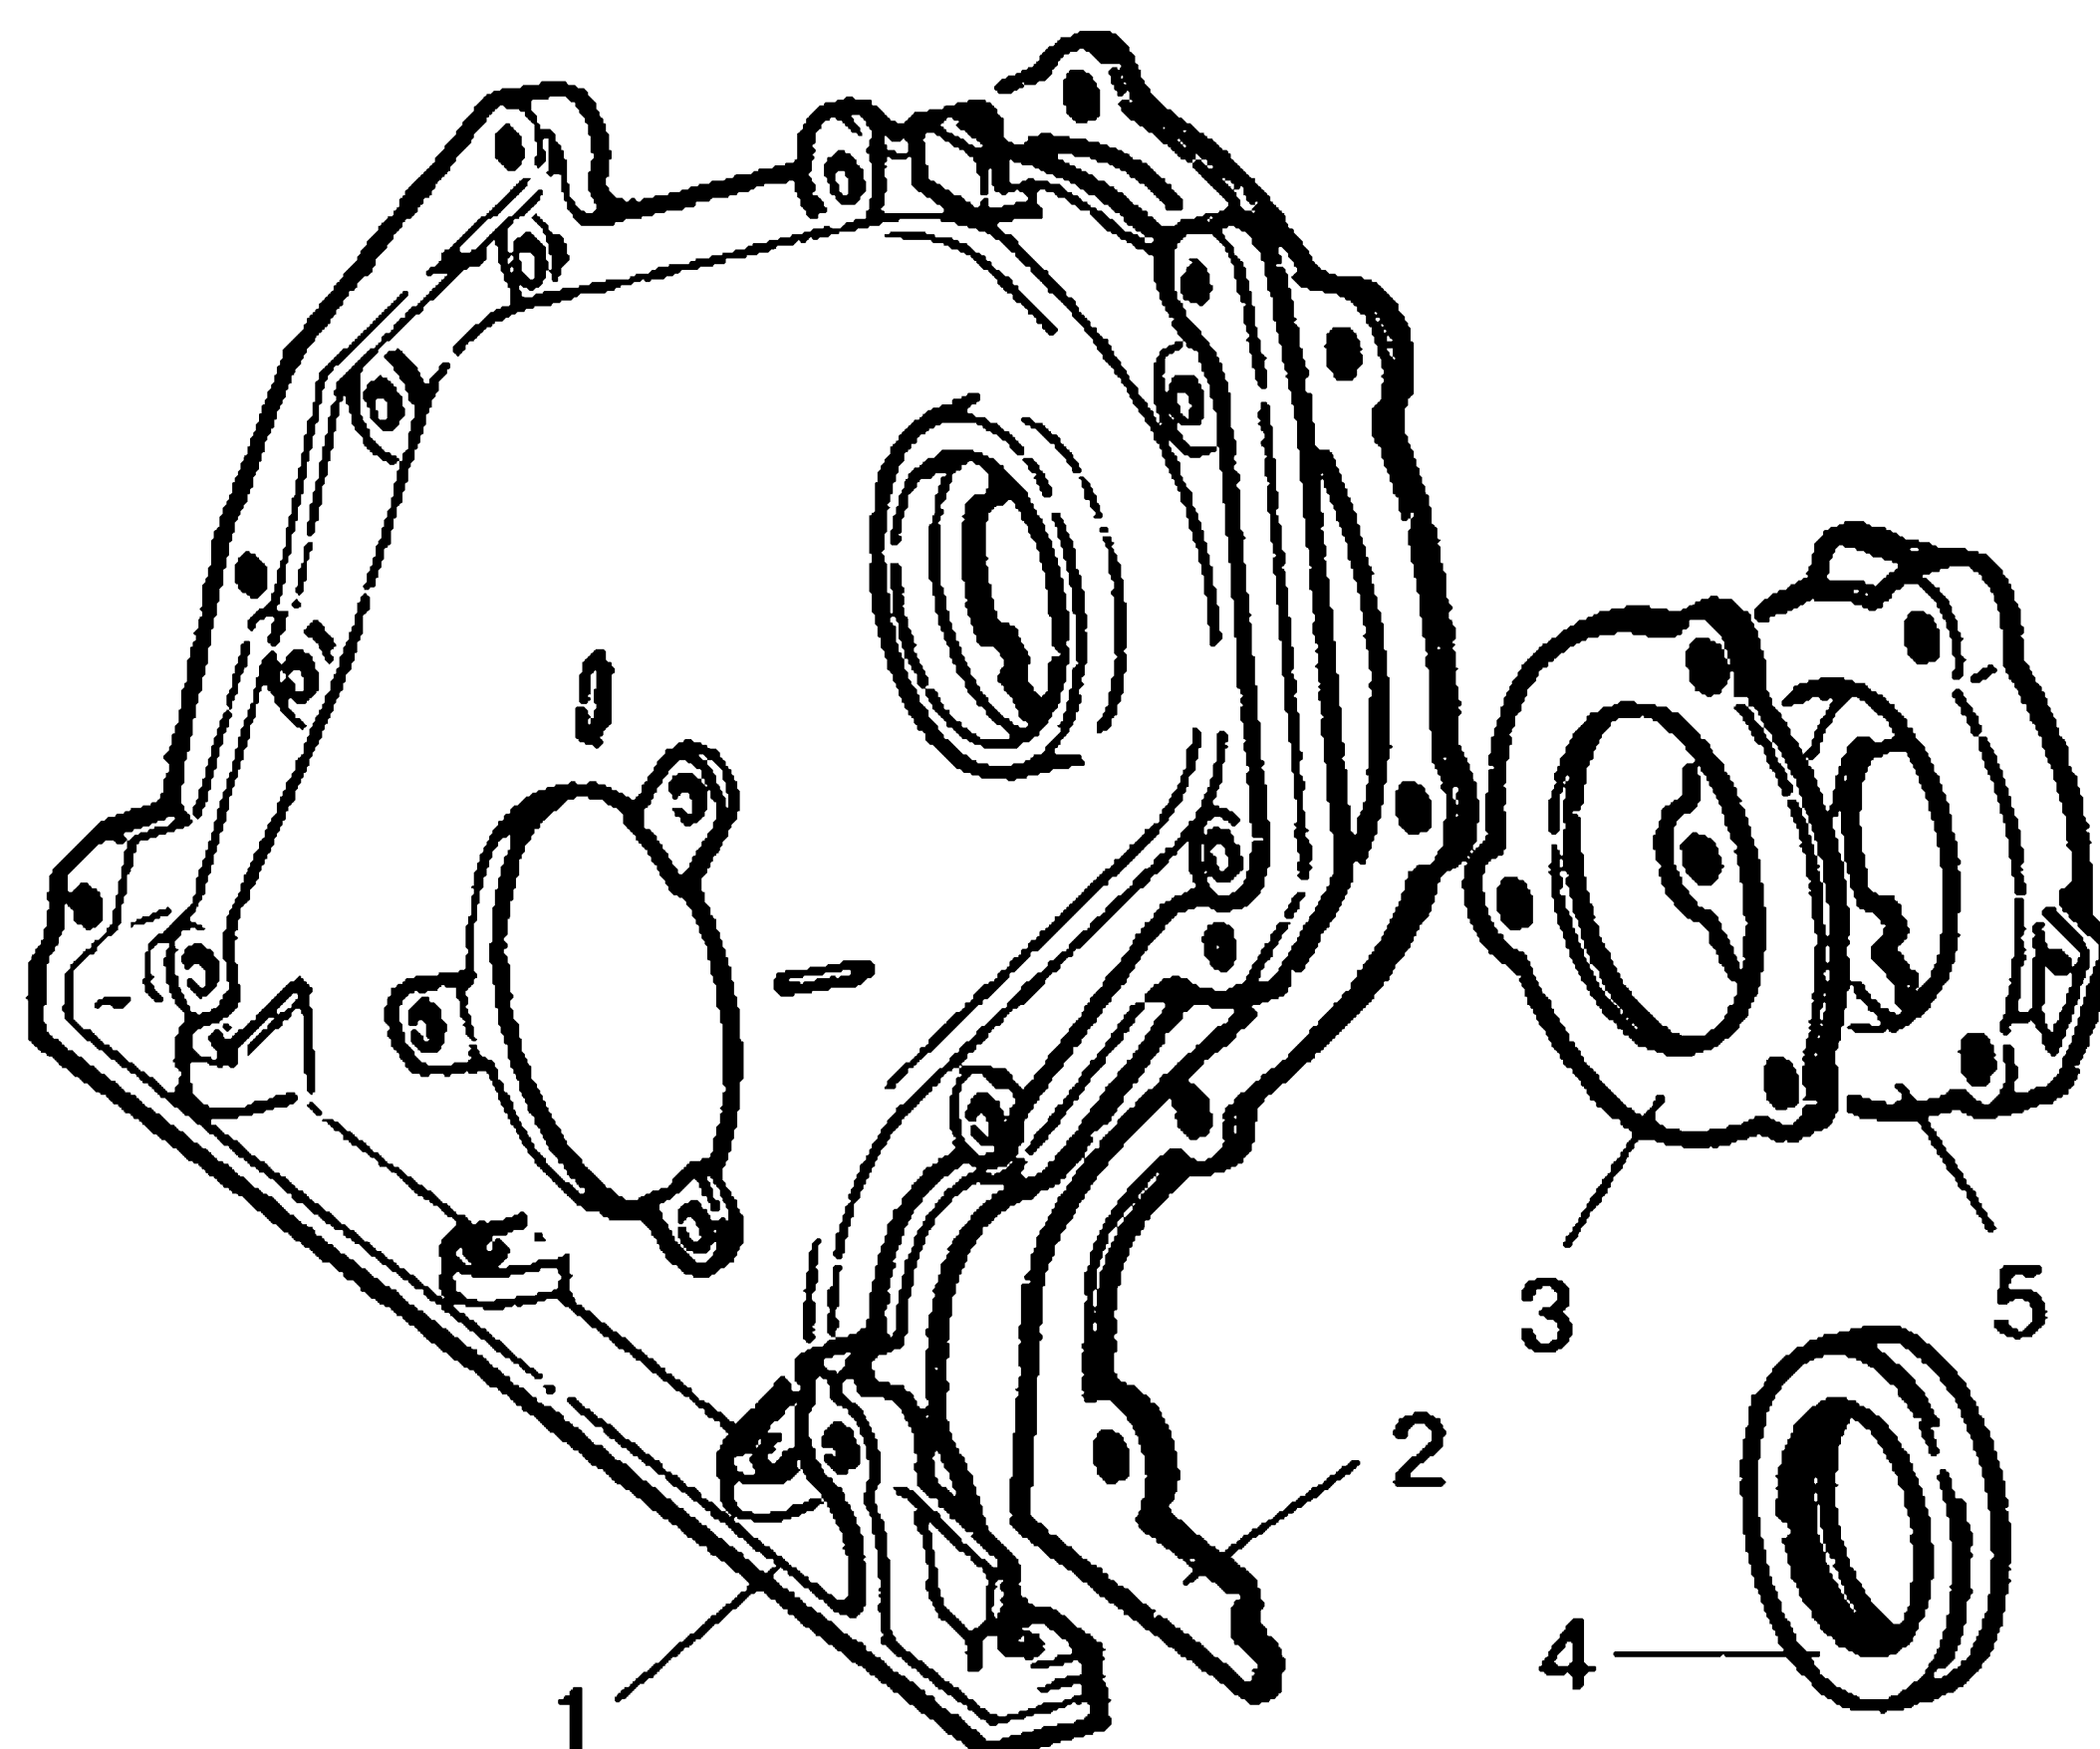

Рис. 70. Задняя крышка привода распределителя (1), прокладки (2 и 3), передний сальник коленвала (4) и держатель сальника (5)
13. Заднюю крышку привода распределительного вала с прокладкой (рис. 70) держателями передних сальников распределительного и коленчатого валов прикрепить к блоку